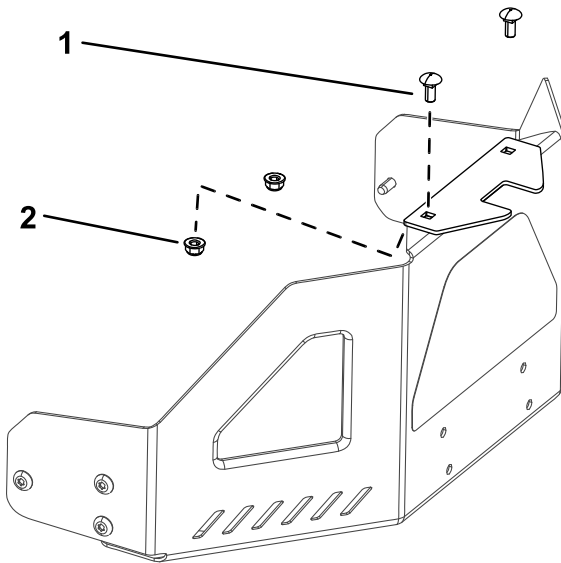

Figura 7
1. Instale o suporte estabilizador no resguardo do motor utilizando dois parafusos de carroçaria (5/16 pol. x 3/4 pol.) e duas porcas de bloqueio (5/16 pol.) (Figura 7).